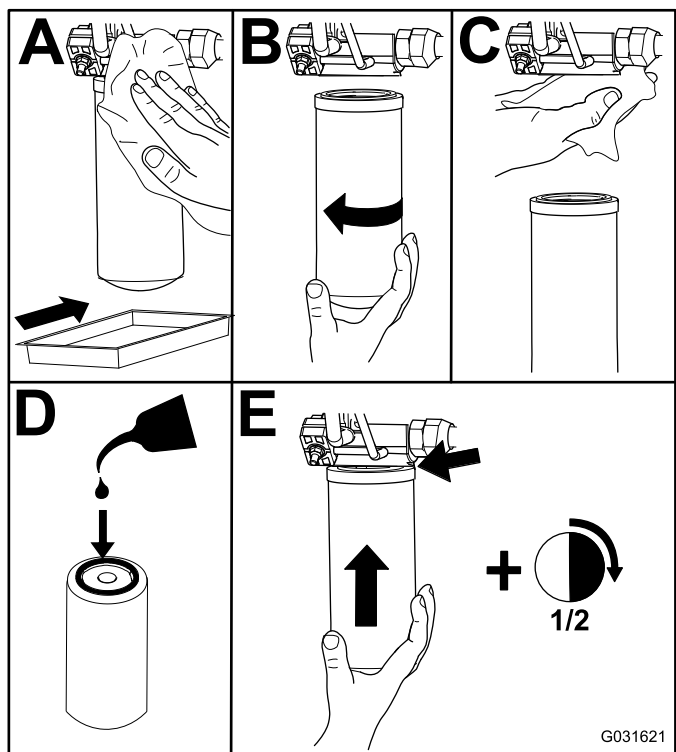

Figure 81
2. Remplacez les filtres hydrauliques (Figure 81).